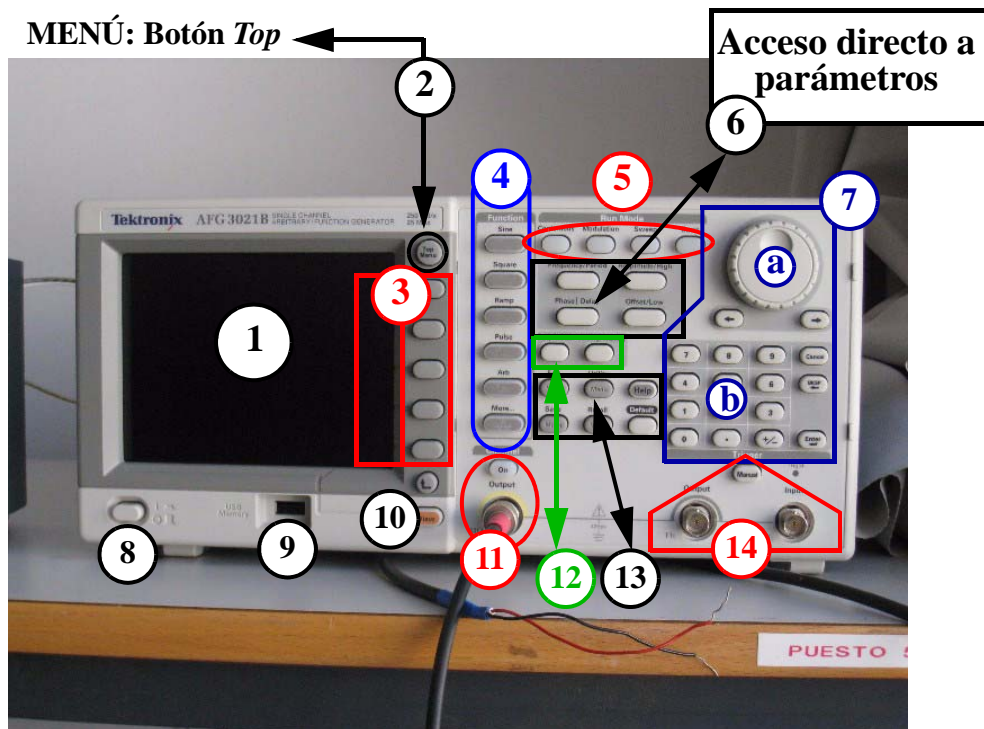
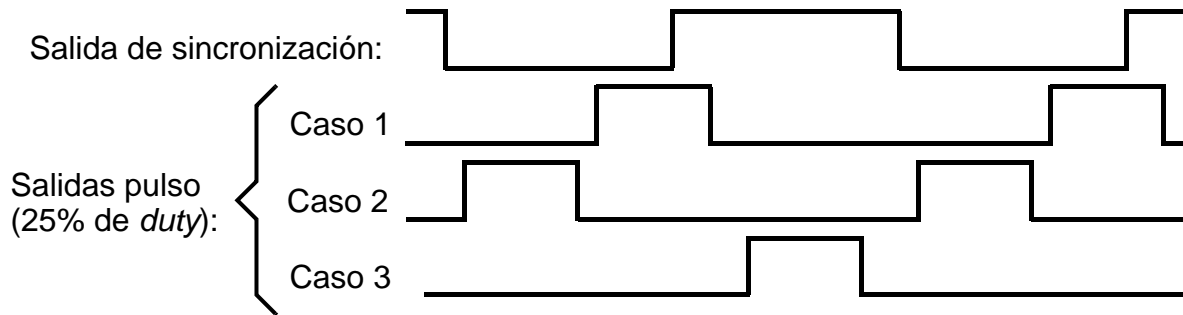

Figura 13: Mandos del generador de señal GF-917
Figura 14: Ejemplo de dos señales generables con un AFG 3021
El modelo AFG 3021B es un nuevo generador de funciones, potente, y de uso fácil e intuitivo. La Figura 13 muestra este modelo, externamente muy parecido al TDS 1012 que es un osciloscopio de la misma familia y que se describe en el Apartado 6. Las principales características del AFG 3021B son:
- 1 de Figura 13: Pantalla en la que se representan los parámetros de la señal generada y su forma de onda. La representación puede ser modificada mediante el botón *View* (10 de Figura 13).
- 2 de Figura 13: Botón superior del menú (*Top menu*).
- 3 de Figura 13: Zona de menús. Los botones permiten el acceso directo a los parámetros que aparecen en la zona contextual de la pantalla (parte derecha de la pantalla). Las acciones que se pueden ejecutar varían según lo que se esté observando en el menú.
- 4 de Figura 13: Selección del tipo de señal. Además de las básicas (senoidal, cuadrada y triangular), incorpora la de tipo pulso (*Pulse*), las arbitrarias (*Arb*) y otras más (*More*).
- 5 de Figura 13: Modos de operación: *Continuous* (continuo, que es el modo de operación normal), *Modulation* (con modulación AM, FM, PM, PSK y PWM), *Sweep* (barrido) y *Burst* (ráfaga).
- 6 de Figura 13: Botones para el acceso directo a los parámetros: Frecuencia o periodo, Amplitud o valor alto (*High, H*), Fase o retraso, y *Offset* o valor bajo (*Low, L*).
- 7 de Figura 13: El cambio en el valor de los parámetros se puede hacer de forma continua (botón 7a) o de forma numérica (botones 7b).
- 8 de Figura 13: Botón de encendido (On/Off)
- 9 de Figura 13: Puerto USB. El contenido de la pantalla de este generador se puede almacenar en una memoria USB (en un formato .BMP en ficheros TEK00nnn.BMP). Para ello: 1/Se inserta la memoria USB; 2/Se pulsán simultáneamente las dos teclas de flecha debajo de 7a (Figura 13); y 3/Se pulsa OK tras aparecer la pregunta en pantalla. También se puede guardar/recuperar las configuraciones del generador y las formas de onda arbitrarias diseñadas.
- 10 de Figura 13: Botón *View*, sirve para modificar lo que se ve en la pantalla.
- 11 de Figura 13: Salida (*Output*) de la señal y botón para permitir (*On*) o no que salga.
- 12 de Figura 13: Botones para parámetros propios del modo Pulso. Uno de ellos, *Duty/Width*, regula en qué porción del periodo está el pulso en alto. El otro, *Leading/Trailing*, regula los tiempos de transición del pulso.
- 13 de Figura 13: Botones para funciones de menú. Incluye el botón *Default*, el cual recupera los valores por defecto de señal senoidal de 1 MHz y una amplitud de  $1 V_{pp}$  [el valor "pp" o pico a pico mide la diferencia entre el valor superior y el inferior, por lo que corresponde a "2·A" siendo A la amplitud de la expresión senoidal  $v(t) = A \cdot \sin(\omega \cdot t)$ ].
- 14 de Figura 13: Terminal de disparo de entrada o de salida, así como botón de disparo manual.
1) Seleccionar Top Menu (2 de Figura 13)
2) Seleccionar opción "Output menu" (3 de Figura 13)
3) Seleccionar opción "Load Impedance" (3 de Figura 13)
4) Elegir una opción entre las tres posibles: i) 50 ohm, ii) Load (en este caso, definirla entre 1 ohm y 10Kohm); e iii) High Z .(3 de Figura 13)
Para uso en circuitos compatibles TTL, la salida de sincronización (14 de Figura 13) es una señal cuadrada que puede usarse como señal digital para el circuito. Por otra parte, la salida normal (11 de Figura 13), cuando se utiliza en modo pulso puede ser definida como señal digital con un *duty* variable (*duty*: % que permanece en H respecto al periodo). Esto permite disponer con un sólo generador de 2 señales como las mostradas en la Figura 14. En esta figura la señal de pulso posee un duty del 25% pero se han representado tres casos distintos según el valor del retraso de la señal de pulso. Así, es posible conseguir que el valor H de la señal de pulso ocurra durante el flanco positivo de la señal de disparo (caso 1), durante el nivel L de la señal de disparo (caso 2) o durante el nivel H de la señal de disparo (caso 3).
Una vez que se disponga de cables coaxiales para ambas salidas, se procederá como sigue para generar alguno de los casos mostrados en la Figura 14:
- Generar una señal de pulso: Pulsar *Pulse* en 4 de Figura 13; y establecer la frecuencia y los niveles de tensión L y H adecuados (3, 6 y 7 de Figura 13).
- Establecer el valor de *duty* deseado (12 y 7 de Figura 13) y variar el retraso (*delay*, 6 y 7 de Figura 13) hasta obtener la forma de onda deseada.